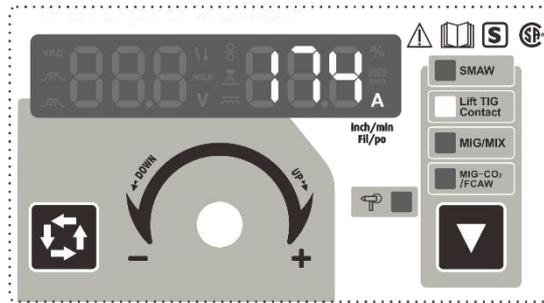

Figure 9 : mode LIFT TIG
- ① En s'assurant que le pistolet ne fonctionne pas, appuyer sur la **touche de commutation des fonctions** pour sélectionner le mode de soudage **LIFT TIG**. L'indicateur LIFT TIG s'allumera pour indiquer que l'appareil est en mode **LIFT TIG** (figure 9).